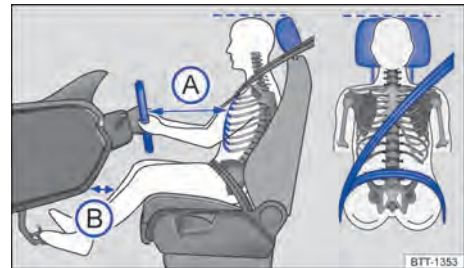

Abb. 20 Prinzipdarstellung: richtiger Abstand des Fahrers zum Lenkrad, richtiger Gurtbandverlauf und richtige Kopfstützeinstellung.
- Kopfstütze so einstellen, dass die Oberkante der Kopfstütze sich möglichst auf einer Linie mit dem oberen Teil des Kopfs – jedoch nicht niedriger als Augenhöhe – befindet. Hinterkopf stets so nah wie möglich an der Kopfstütze positionieren → Abb. 20.
- Fahrersitz in Längsrichtung so einstellen, dass die Pedale mit leicht angewinkelten Beinen durchgetreten werden können und der Abstand zur Instrumententafel im Unterschenkelbereich mindestens 10 cm (etwa 4 in) beträgt → Abb. 20 ⓑ.
– Lenkradeinstellung so vornehmen, dass der Abstand zwischen Lenkrad und Brustbein mindestens 25 cm (etwa 10 in) beträgt → Abb. 20 Ⓐ und das Lenkrad mit beiden Händen und leicht gebeugten Armen seitlich am äußeren Rand festgehalten werden kann.